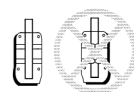

Fig. 2
- 2- Coloque as pedaleiras sobre os pedais de borracha originais (fig.2).
- 4- IMPORTANTE: certifique-se de que os braços fixadores não sobreponham a haste do pedal original, abraçando apenas a base da pedaleira. Se a abraçadeira estiver muito longa, fazer uma dobra em "L" antes de abraçar a pedaleira original (fig.2).